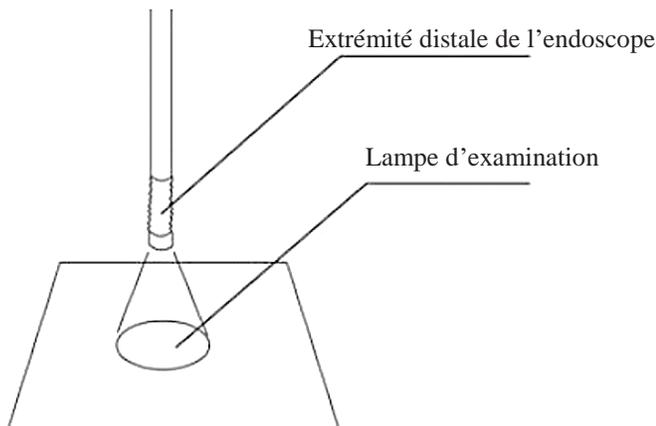

Fig 3.2
2. Vérifiez que la lumière issue de l’examen est émise par l’extrémité distale de l’endoscope. (Fig 3.2)